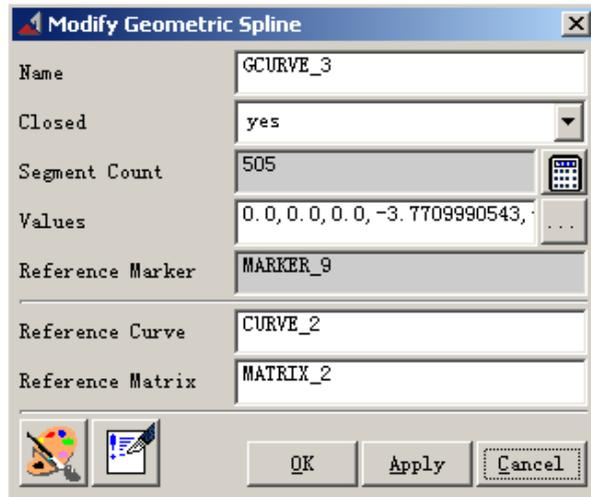
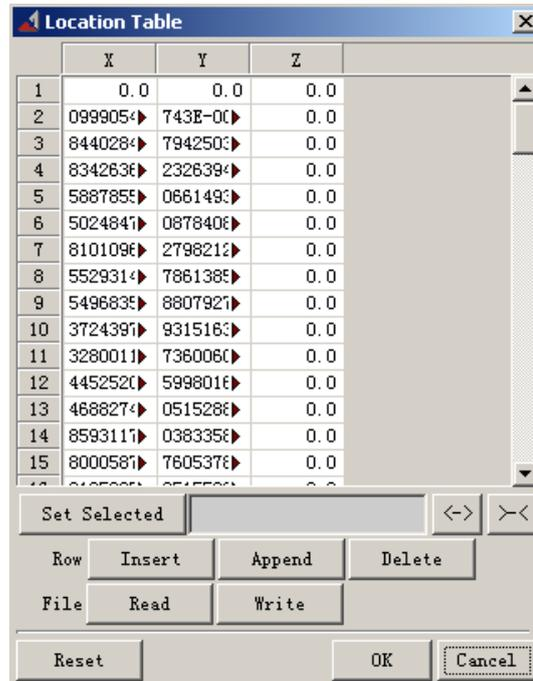

图 4-3 几何尺寸修改对话框
图 4-4 Location Table 对话框
4.3 在曲线上右击鼠标，选 “--B-spline: G CURVE_3→Modify”，出现 **Modify Geometric Spline** 对话框，如图 4-3 所示。点击对话框中的 **Location table** 图标 ，打开 **Location Table** 对话框，如图 4-4 所示。